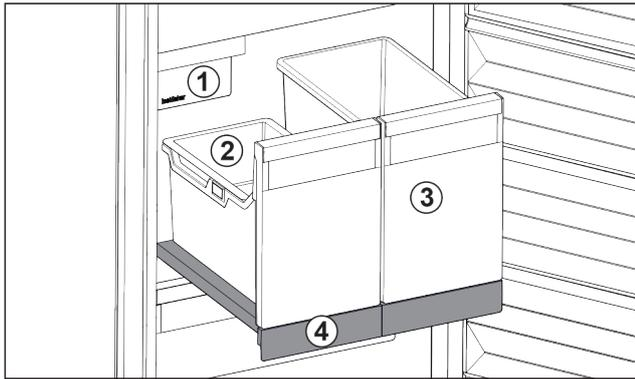

Fig. 17 Vyťahovacia polička s IceTower
Na vyťahovacej poličke sú dve vysoké nádoby (IceTower). V nádobe Fig. 17 (2) sa hromadia a skladujú kocky ľadu z IceMaker. Nádobu Fig. 17 (3) sa hodí na skladovanie vysokých potravín, ako sú pizze alebo alkoholické nápoje.